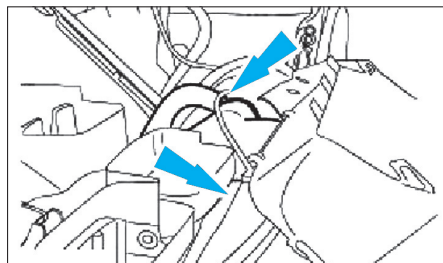

Fig. 47
- Détacher le faisceau de câblage principal de la barre de renfort (Fig.47).